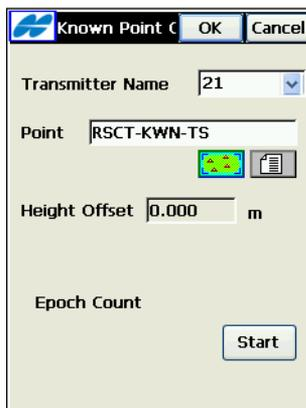

Abbildung A-10. Auswählen des Roverpunktes, Beginn der Mittelwertbildung
2. Wählen Sie den bekannten Punkt, auf dem der Rover aufgestellt wurde, auf der **Karte** oder in der **Liste**. Tippen Sie auf **Start** (Abbildung A-10).